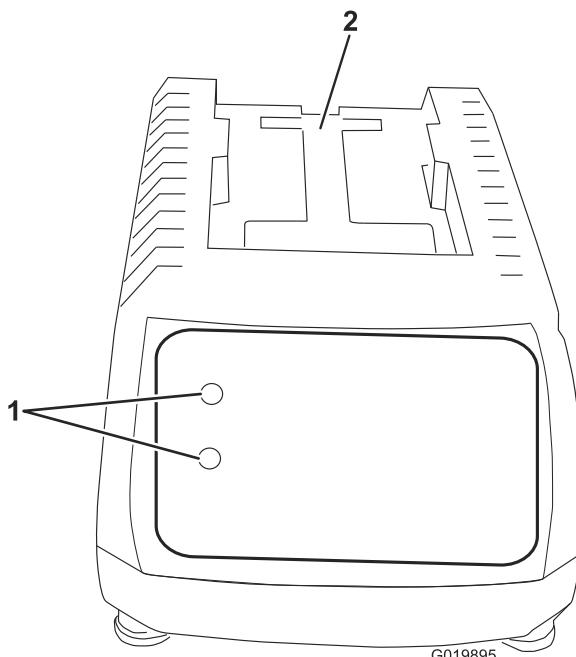
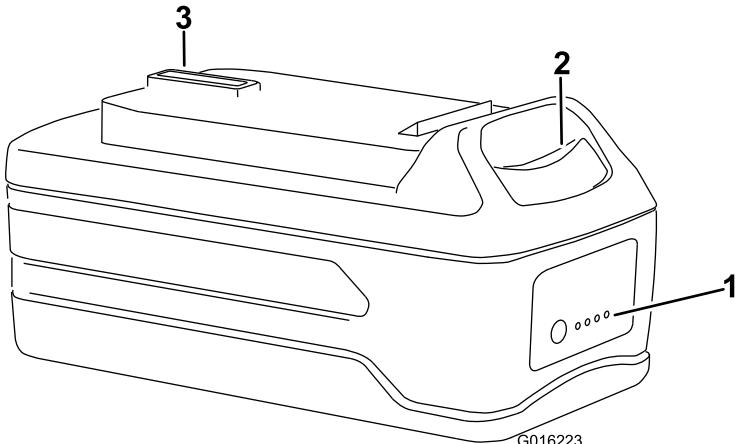

Figure 4
Figure 5
- Retournez la batterie et placez la borne en face de la fente du chargeur (Figure 4 et Figure 5).